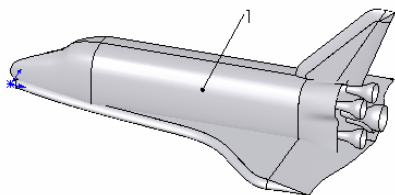
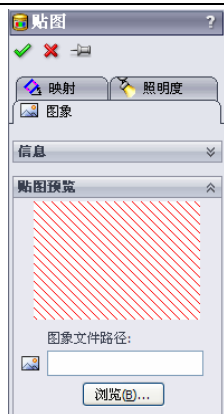
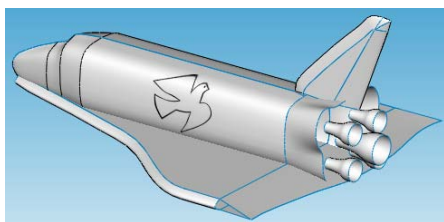

图 8-100 选择贴图面
图 8-101 “贴图”属性管理器
图 8-105 设置贴图位置和大小
④ 贴入图片。在视图中单击选择面 1，如图 8-100 所示，然后单击“PhotoWorks”工具栏中的“贴图”按钮，此时系统弹出如图 8-101 所示的“贴图”属性管理器。单击“浏览”按钮，此时系统弹出如图 8-102 所示的“打开”对话框，选择合适的图片，然后单击“打开”按钮，此时“贴图”属性管理器如图 8-103 所示，视图如图 8-104 所示。在视图中，用鼠标可以移动图片和可以调节图片的大小，当出现按钮时，可以旋转图片。单击“确定”按钮，完成贴图设置，如图 8-105 所示。